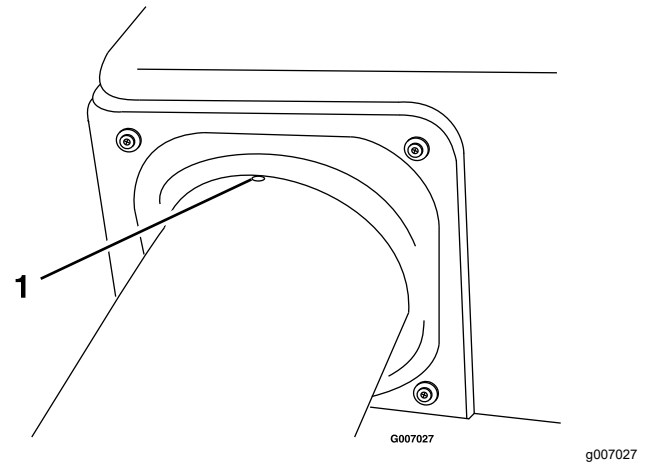

Figure 33
4. Placez la petite bosse dans le tube supérieur exactement entre les vis de fixation du joint à la trémie (Figure 33).
- 8. Vérifiez que la bosse de Figure 33 est toujours en place.